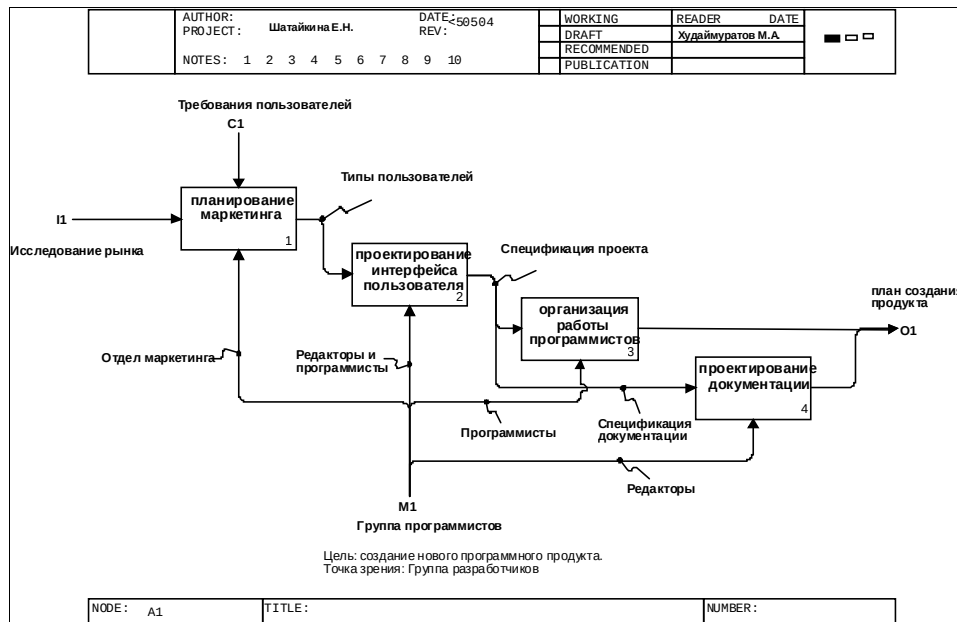

Рисунок 5.3 – Создание соединений дуг
Все углы ломаных дуг стали закругленными (рисунок 5.3).
- Отработайте кнопкой мыши в середину правой стороны A14 (рисунок 5.3).